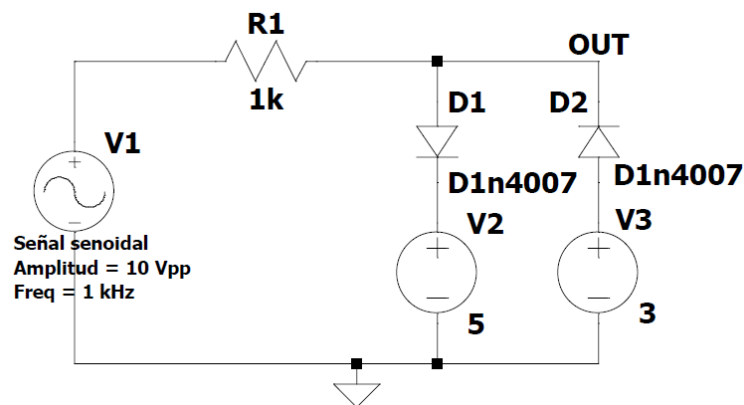

Figura 3. Circuito recortador doble
- 3.4.3 Analizar el circuito recortador doble de la Figura 3 y determinar analíticamente  $V_{\min}$  y  $V_{\max}$  de la señal de salida. Graficar en papel milimetrado las formas de onda de entrada y salida, con una escala adecuada detallando todos los valores.